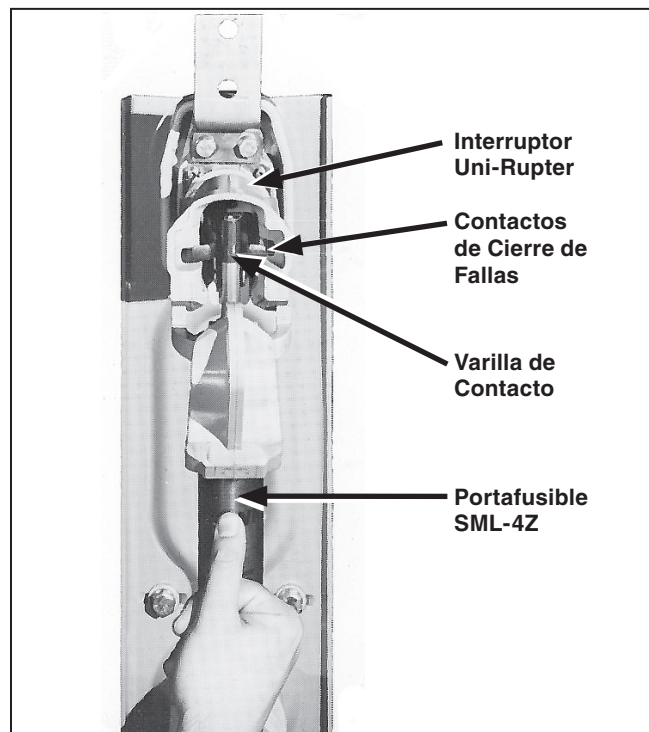

Figura 2. La varilla de contacto entra “por el centro” hacia los contactos de cierre de fallas del Interruptor Uni-Rupter.
**PASO 2.** Instale un Portafusible SML-4Z (con el silenciador sujetado según se indica en la Hoja de Instrucciones de S&C 252-525) en el ensamble de la bisagra y contacto inferior y cierre el portafusible lentamente contra el Interruptor Uni-Rupter. Verifique para estar seguro que la varilla de contacto del portafusible entre “por el centro” hacia los contactos de cierre de fallas del Interruptor Uni-Rupter. Ver Figura 2. En caso de que sea necesario realizar ajustes, afloje un poco los dos tornillos que sujetan el ensamble de la bisagra y contacto inferior a su aislador y, utilizando el portafusible a manera de palanca, mueva el ensamble de la bisagra y contacto inferior a su alineación correcta con el Interruptor Uni-Rupter. Verifique la Dimensión P una vez más (en ambos lados del Interruptor Uni-Rupter) y realice los ajustes necesarios. Después, vuelva a apretar los tornillos de montaje.